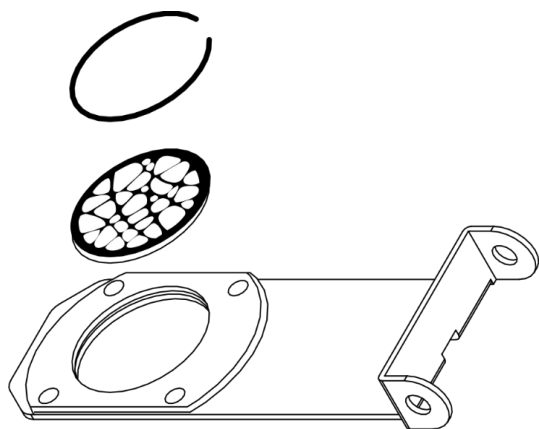

Fig. 22
- 01) Rimuovere l'anello di fissaggio dal **portagobo (12)** con una pinza a becchi d'ago o un attrezzo simile.
- 02) Cambiare il gobo metallico. Assicurarsi che il lato verniciato (nero) del gobo sia rivolto verso l'alto, come illustrato nella Fig. 22. Quando viene reinserito nell'alloggiamento del gobo, il lato verniciato (nero) deve essere rivolto verso l'alto (07)..